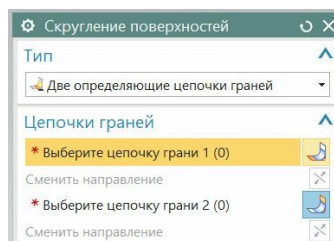
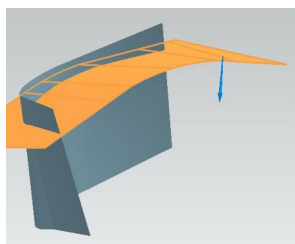

Рис.37
рис.38
- Диалоговое окно команды представлено на рис.37. Здесь в первую очередь нужно указать цепочки сопрягаемых поверхностей. При этом важно, чтобы нормали этих поверхностей были направлены к центру той «сферы», прокат которой и обеспечит вам скругление заданным и постоянным радиусом (рис.38, 39).